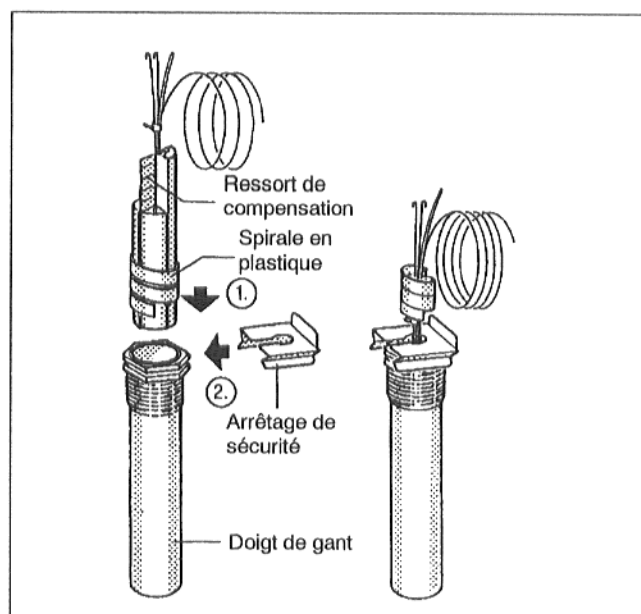

Fig. 22
- La spirale en plastique – destinée à maintenir les sondes en place – se retire automatiquement lors de l'introduction (Fig. 22).
- Le ressort de compensation destiné à assurer le contact entre les surfaces de la sonde et le doigt de gant et garantir ainsi un transfert correct de la température doit être inséré entre les sondes (Fig. 22).
- Pousser l'arrêt de sécurité de la sonde par le côté ou par le haut sur le dessus du doigt de gant (Fig. 22).